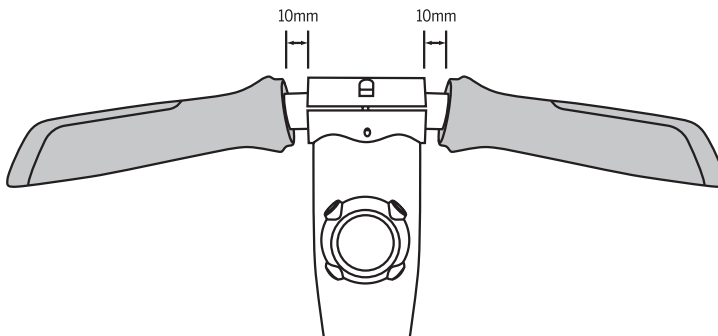

Abbildung 1. Die Griffe von der Lenkerschelle wegschieben
2. Schieben Sie beide Lenkergriffe um mindestens 10 mm von der Lenkerschelle weg. Siehe Abbildung 1.